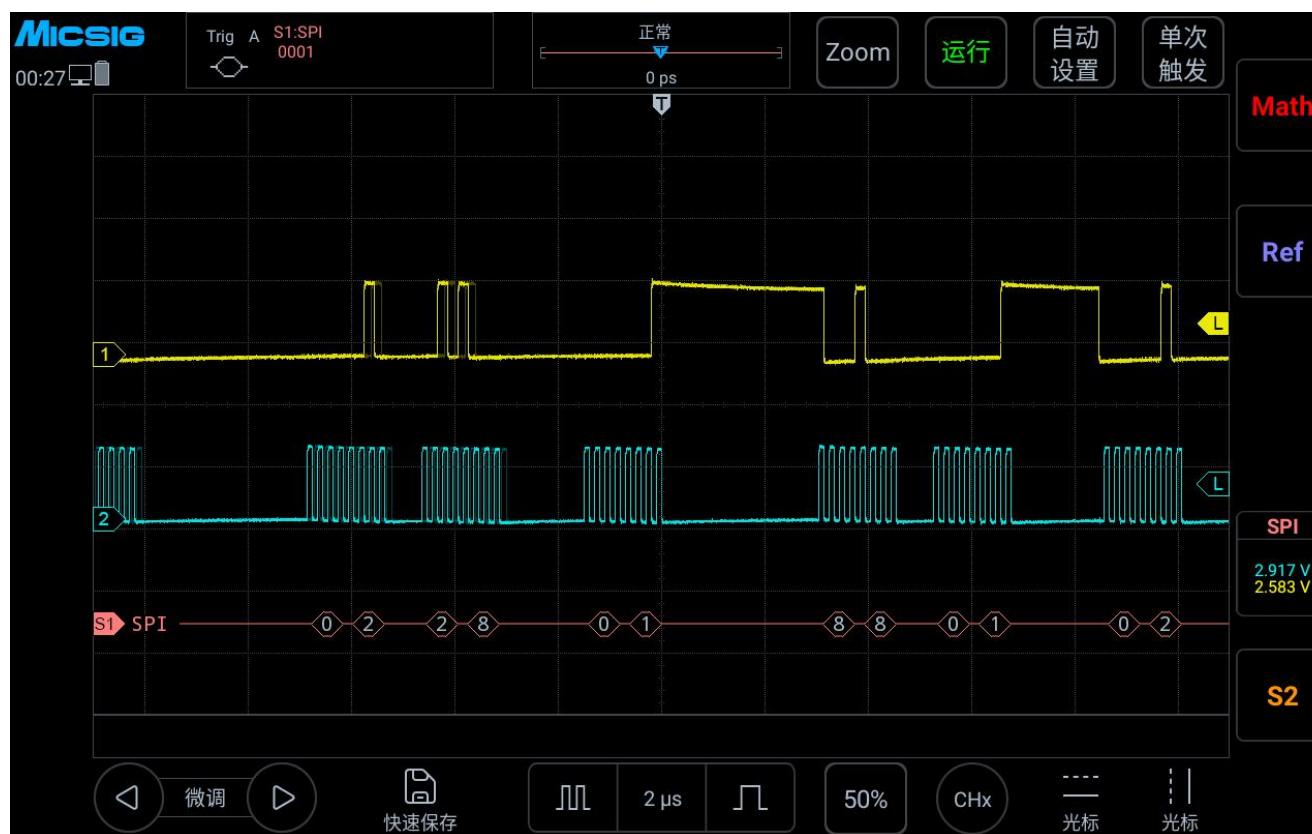

图 13-20 SPI 图形界面
(3) 打开触发设置菜单，触摸屏上点按数据，使用虚拟软键盘设置要匹配的数据为“0001”；
(4) 依据信号幅值调节2个通道阈值电平； SPI 触发图形界面见图 13-20：